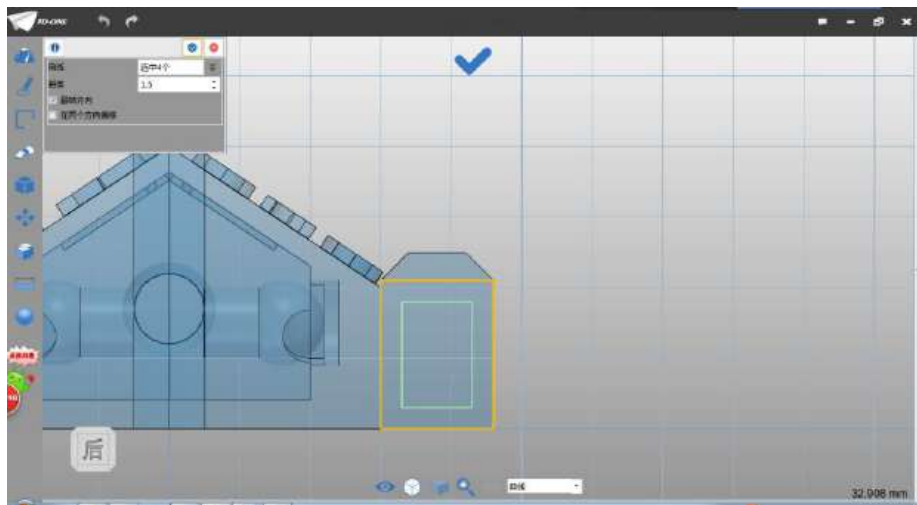

图 3-9
Step 9 框选四条轮廓线，选择偏移命令，偏移距离为 1.5，方向内侧（通过翻转方向调整），如下图 3-9 所示：